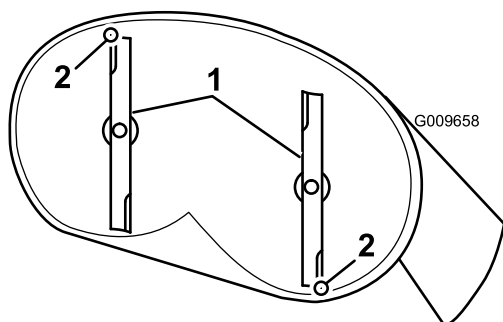
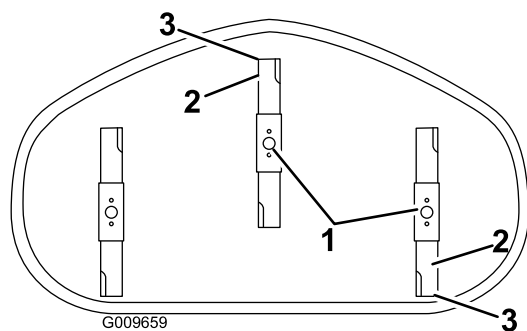

Figure 53
Figure 54
4. Faites pivoter les lames avec précaution pour faire passer les pointes avant à l'arrière (Figure 53 et Figure 54).
5. Mesurez la distance entre la pointe de la lame avant et la pointe de la lame arrière par rapport à la surface plane (Figure 53 et Figure 54).
9. Une fois le réglage effectué, vérifiez à nouveau l'inclinaison avant/arrière de la lame; continuez d'ajuster l'écrou jusqu'à ce que la pointe avant de la lame soit de 1,6 à 8 mm (1/16 à 5/16 po) plus bas que la pointe arrière (Figure 53 et Figure 54).